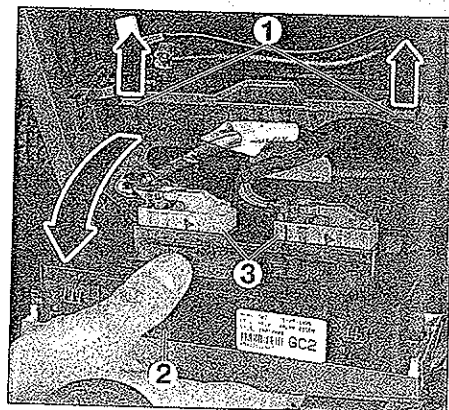

FIG. 24
- Desengrapar el frontal (2) de mando de climatización de los dos muelles (1) (fig. 24).
- Sacar los dos conectores (3) del frontal de mando de climatización y desmontarlo.